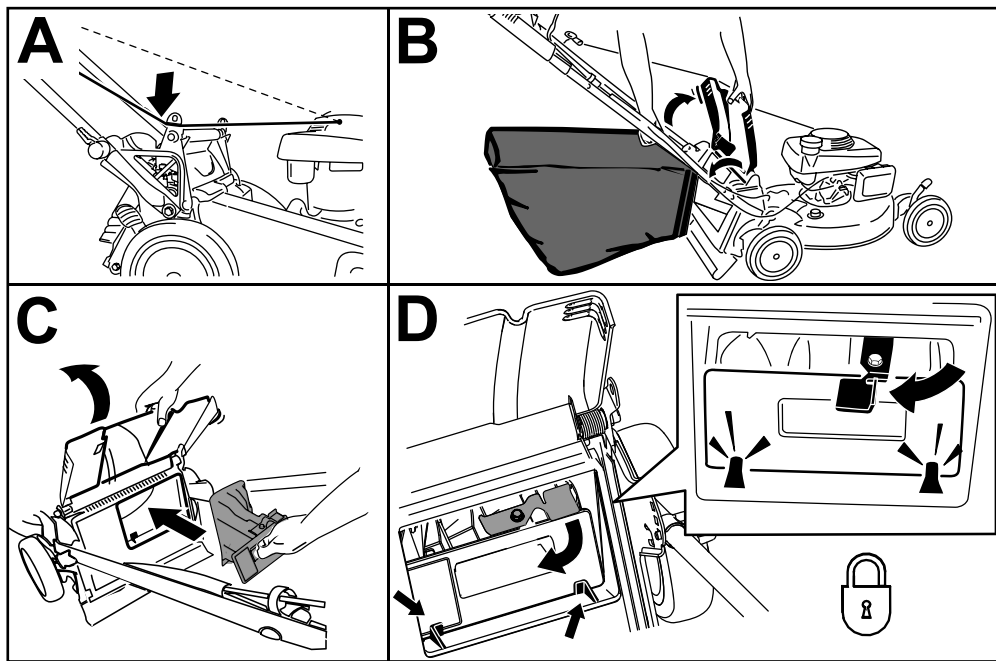

Figure 24
1. Faites passer le câble du lanceur autour du guide inférieur (encadré A de la Figure 24).
2. Relevez et maintenez le déflecteur arrière dans cette position, puis soulevez le bac à herbe par la poignée pour le dégager des crans des supports de poignée (encadré B de la Figure 24).
3. Installez l'obturateur arrière (encadré C de la Figure 24).
**Important:** Vérifiez que l'obturateur arrière est verrouillé en place. Pour verrouiller l'obturateur, appuyez fermement dessus jusqu'à ce qu'il s'enclenche en position derrière les pattes, et tournez le levier situé sur l'obturateur vers la gauche (encadré D de la Figure 24).